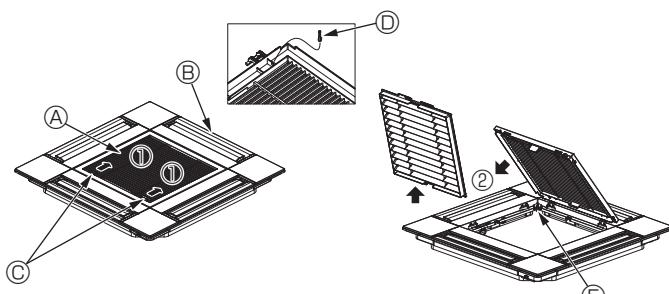

Fig. 5-3
5.2.1. Fjerning av inntaksgitter (Fig. 5-3)
- Skyv spakene i retninga som pilen ① viser, for å åpne innløpsgitteret.
- Med inntaksgitteret i "åpen" stilling, fjerner du hengslene til inntaksgitteret som vist med pilen ②.